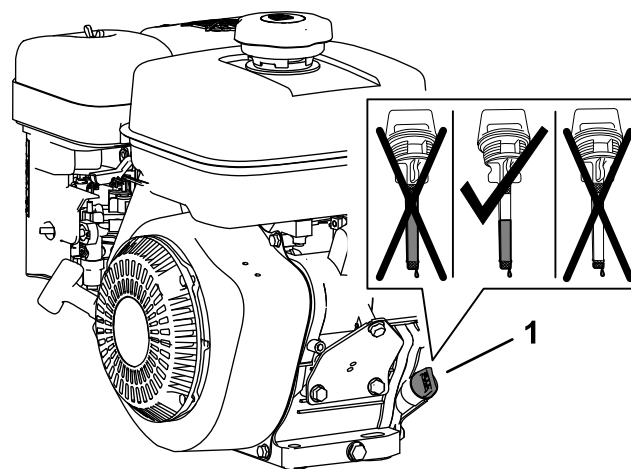

Figura 10
- Togliete l'asta di livello dal collo del bocchettone del motore e pulitela con un panno (Figura 10).
- Versate lentamente 0,6 litri dell'olio specificato nella coppa dell'olio del motore attraverso il collo del bocchettone (Figura 10).
- Togliete l'asta di livello dal collo del bocchettone e osservate il livello dell'olio sull'asta (Figura 10).
**Nota:** Il livello dell'olio motore deve coprire l'area tra i punti indicati con tacche sull'asta (Figura 10).
- Serrate manualmente l'asta di livello nel collo del bocchettone (Figura 10).